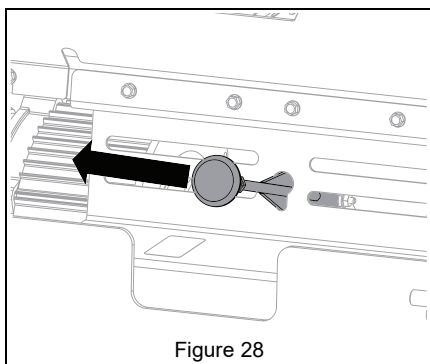

Figure 28
4. Débloquer la poignée de by-pass de l'encoche et la tirer en position de fonctionnement. Voir Figure 28.